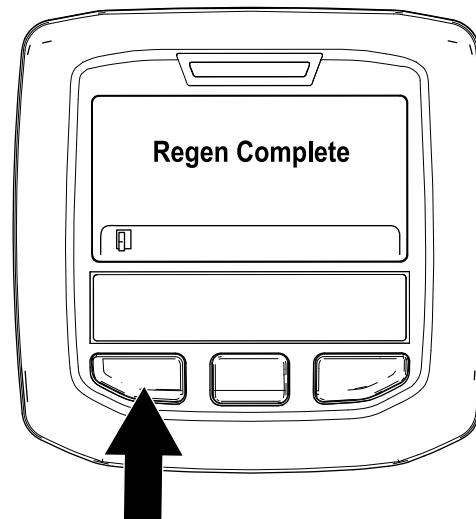

Figura 48
9. A regeneração em estacionamento está concluída quando a mensagem “Regen Complete” (Regen. completa) surge no InfoCenter. Prima o botão esquerdo para sair para o ecrã inicial (Figura 48).